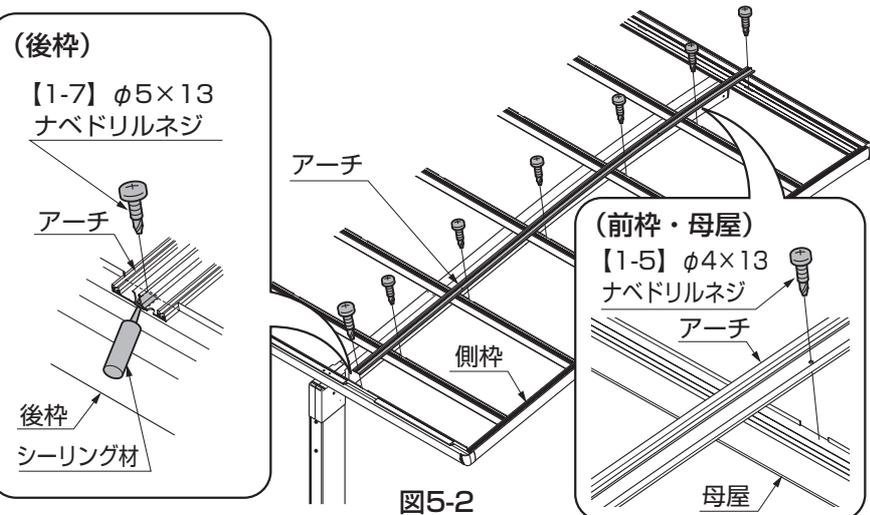

図5-2
②前枠・後枠・母屋に側枠の穴を合わせて、【1-5】で取付けてください。
③アーチの前後を確認して、前枠・母屋にアーチの穴を合わせて、【1-5】で取付けてください。(図5-2、図5-3参照)
●アーチを後枠へ取付ける際は【1-7】を使用してください。耐風圧性能が低下し、製品の破損により思わぬケガをするおそれがあります。(図5-2参照)
(図5-2参照)